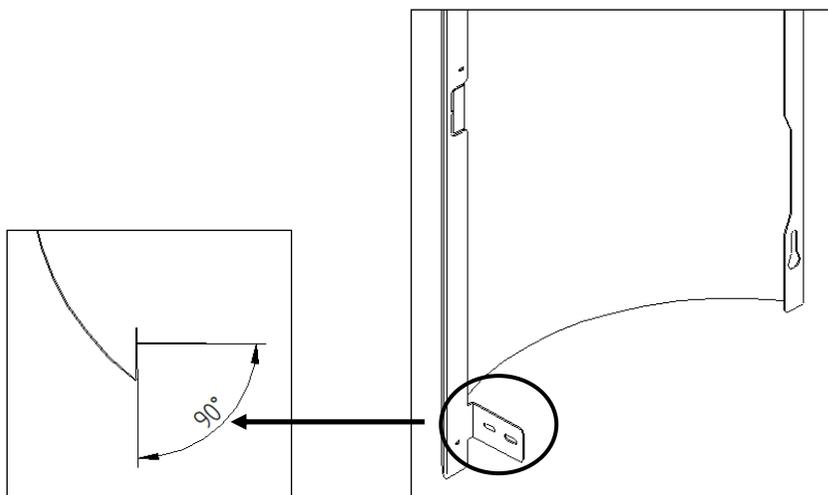

Figura 47 – Ângulo da patilha inferior
e) De seguida para encaixar as capas laterais, deve em primeiro lugar dobrar a patilha como se indica na figura 47 de forma a garantir que fique com um ângulo inferior a 90°.